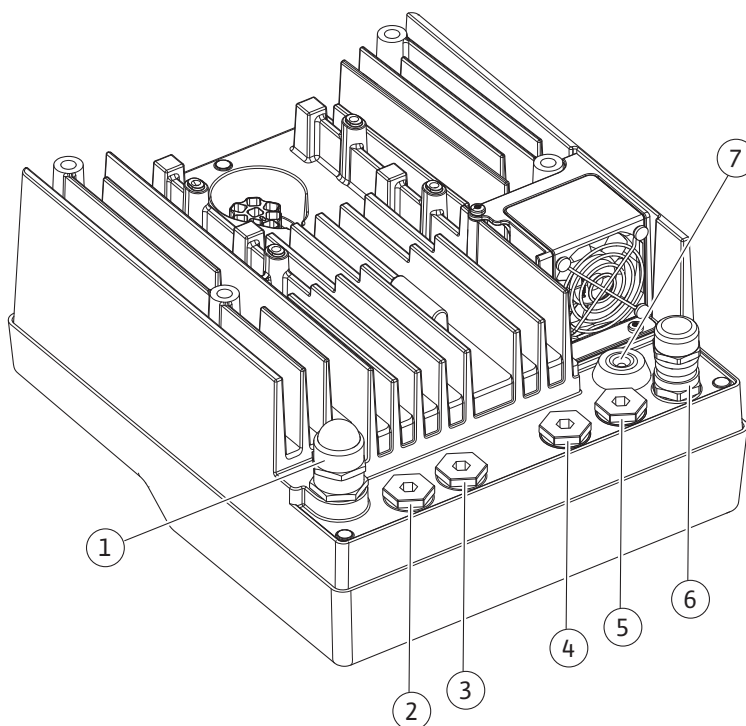

Fig. 10: Kabeļu skrūsvienojumi/kabeļu pieslēgumi
- CIF modulis pieslēgumam pie ēkas automatizācijas (kopņu komunikācija): Aizsargs tiek pieslēgts pie elektronikas moduļa ar kabeļa izvadi (Fig. 10).
4. Pieslēguma kabelis jāizvada caur kabeļu skrūvsavienojumu M25 (Fig. 10, 1. poz.). Pievelciet kabeļu skrūvsavienojumu ar norādīto griezes momentu.